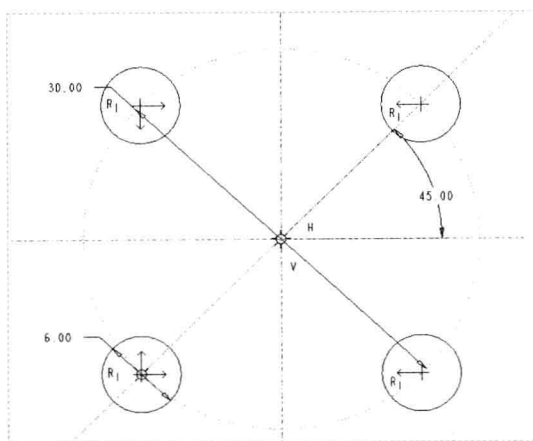

图 13-47 镜像图形 2
Step 07 采用与上同样的方法，使用“镜像”命令，以中间的垂直中心线为镜像线，对绘图区左侧的两个圆进行镜像处理，效果如图 13-47 所示。